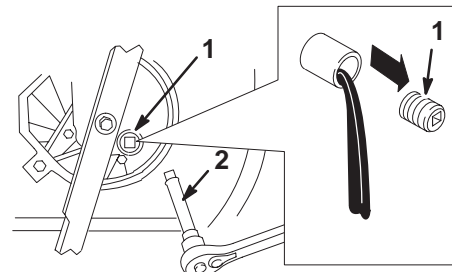

Bild 29
5. Entfernen Sie die Verschlusschraube und stellen den Rasenmäher wieder in seine Betriebsstellung. Lassen Sie dann das Öl in das Gefäß ablaufen (Bild 29).